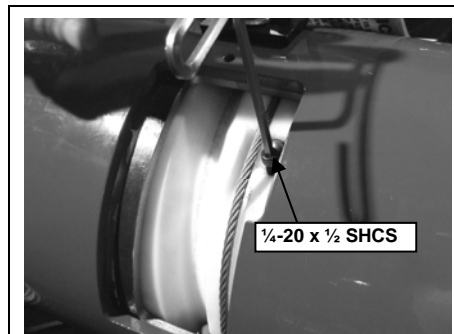

Figura 4-8
- Paso 8. Quite los tornillos de cabeza hueca de 1/4-20 x 1/2 ubicados sobre el vástago esférico de la bobina del compensador (Consulte la Figura 4-8)